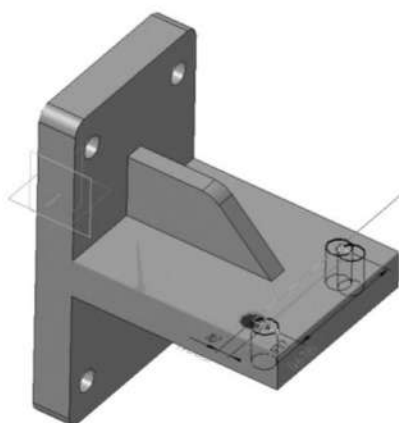

Рисунок 3.81. Выбор второй оси массива
7.4 В модели укажите прямолинейное ребро, которое будет являться второй осью массива (рисунок 3.81).